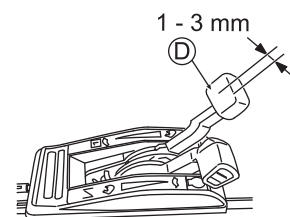

Abb. 33
Justieren Sie das Spiel des Ganghebels (D), wie in Abb. 33 dargestellt, auf 1 - 3 mm.
3. Starten Sie den Motor und vergewissern Sie sich, dass die Mähgeschwindigkeit sich ändert, wenn der Ganghebel (D) betätigt wird.